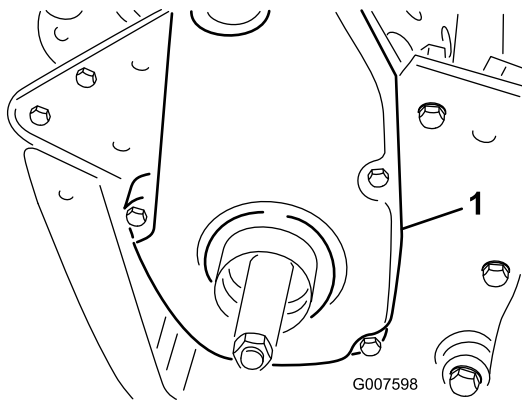

Figure 50
6. Enlevez le couvercle de courroie arrière du côté droit de la machine (Figure 50).